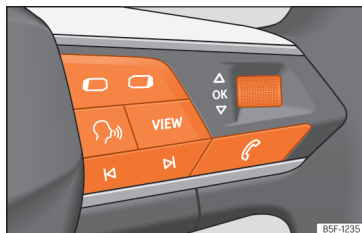

Fig. 12 Lado direito do volante multifunções: botões para utilizar os menus e as indicações informativas do painel de instrumentos (segundo versões).
Enquanto existir uma advertência com prioridade 1 »»» **Página 23**, não será possível aceder a nenhum menu. Algumas advertências podem ser confirmadas e ocultadas com o botão **OK** do volante multifunções »»» **Fig. 12.**
- Se aparecer uma mensagem ou o pictograma de um veículo, pressione o botão **OK** »»» **Fig. 12**; se for necessário, várias vezes.